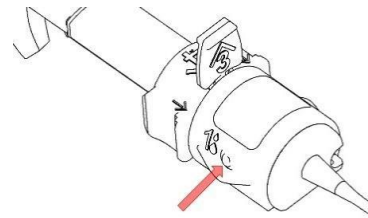

Fig. 1
3. Introduceți integral vârful canulei (23-27G) al seringii cu vâscoelastic în orificiul indicat '1' (Fig.1) menținând o presiune minimă pe vârful canulei. Injectați soluție vâscoelastică prin orificiu. Cantitatea de vâscoelastic injectată este suficientă atunci când suprafața lentilei este acoperită de soluția viscoelastică.